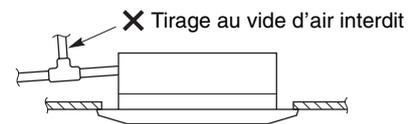

Fig. 3-11
- N'installez pas de tirage au vide d'air, car de l'eau pourrait être vaporisée par la sortie du tube d'évacuation des condensats. (Fig. 3-11)